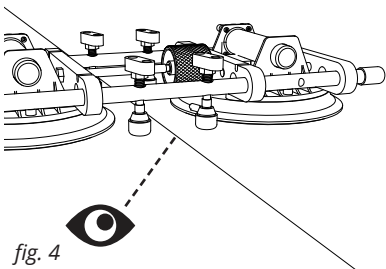

fig. 4
15. Vérifier si le joint est à niveau. (voir fig. 4)